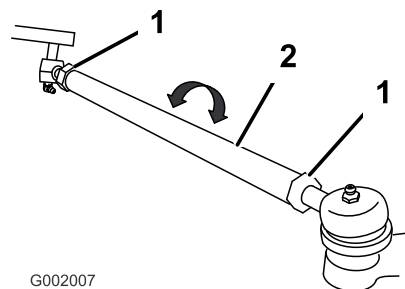

Figura 52
- Se a medição não cair dentro da faixa especificada, afrouxe as contraporcas em ambas as extremidades dos tirantes (Figura 52).